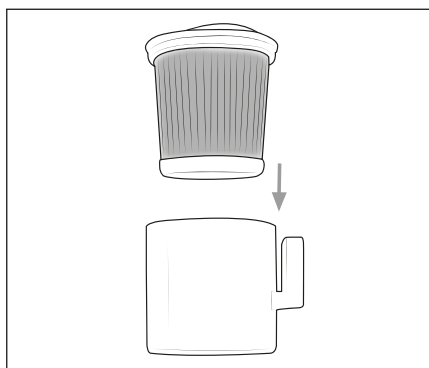

Fig. 20
- 7) Inserte el filtro HEPA **4** en el recipiente del filtro HEPA **5** (consulte la fig. 20).